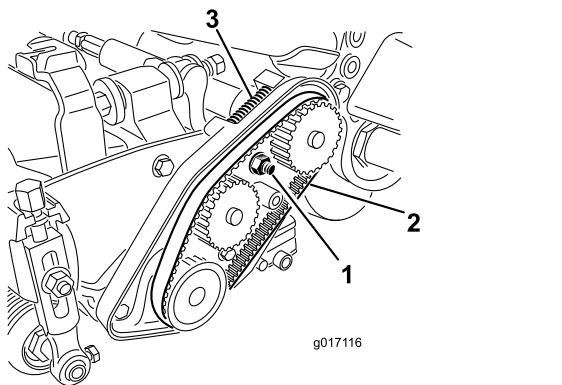

**Figura 40**
2. Solte o parafuso flangeado que fixa a cobertura da correia e retire a cobertura da correia para expor a correia (Figura 40).